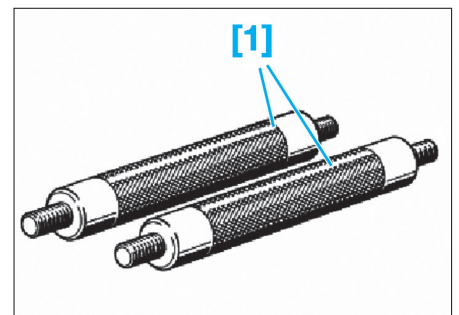

Fig. 17
- [1]. Poignée de montage pour la dépose et la repose du convertisseur de couple (réf BMW : 24 4 000) (Fig.17).